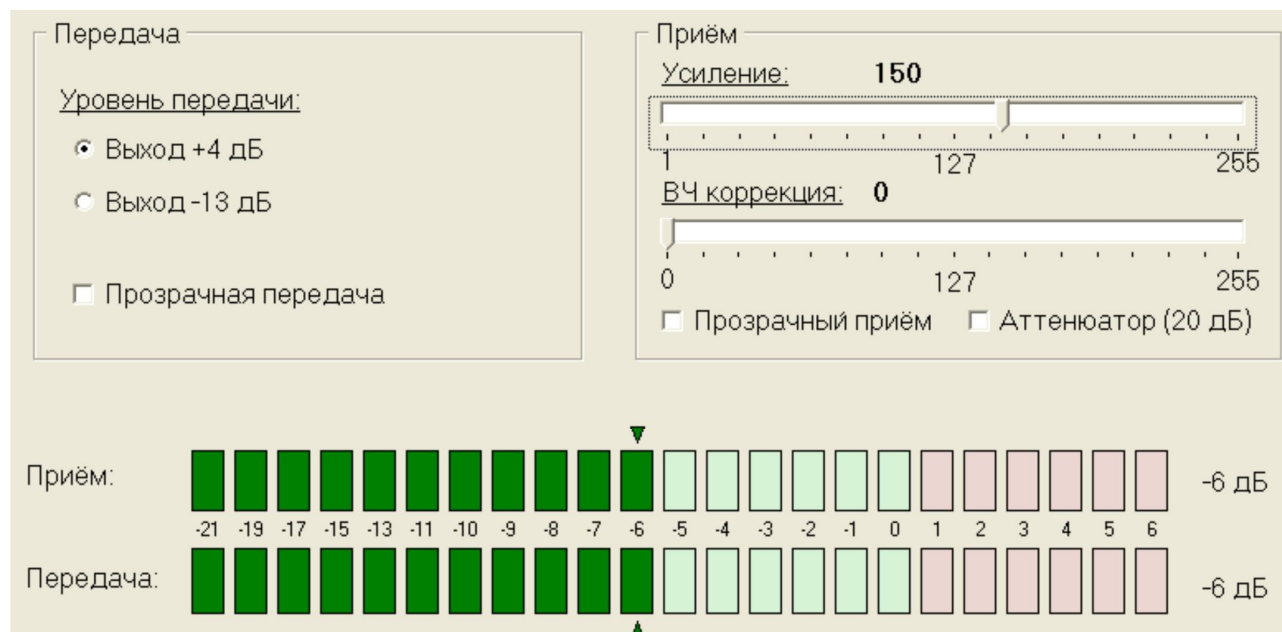

Рисунок 11 - Настройка канала ТЧ и индикация уровней сигналов
8.7 Включить удаленный шлейф, установив значок «√». Проконтролировать уровень выходного сигнала по линейке «Передача» - он также должен быть равен минус 6 дБ (см. Рисунок 11).